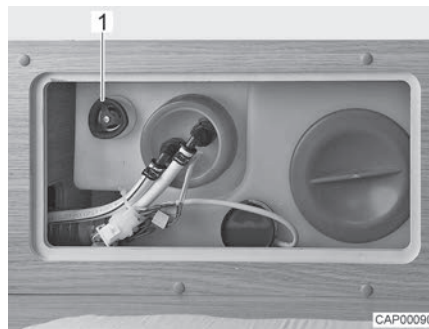

Fig. 110 Réservoir d'eau avec poignée tournante
- Faire tourner la poignée tournante (Fig. 110,1) du réservoir d'eau à fond dans le sens inverse des aiguilles d'une montre au-delà de la résistance pour ouvrir entièrement l'ouverture d'écoulement.